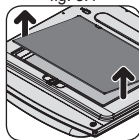

fig. 5.2
3. Retire o vidro interno (fig. 5.2) e limpe os vidros e a porta com esponja, detergente neutro e água.